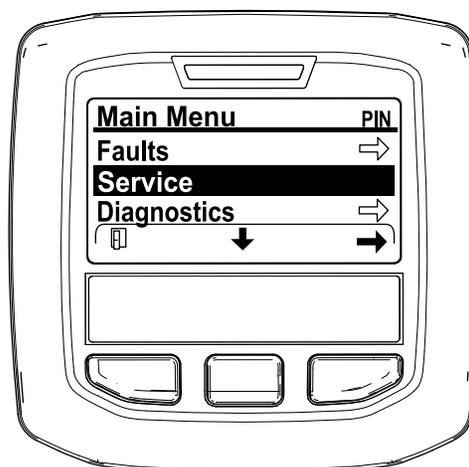

Рисунок 48
2. Перейдите в MAIN MENU (ГЛАВНОЕ МЕНЮ), нажмите среднюю кнопку, чтобы перейти вниз к SERVICE MENU (МЕНЮ ТЕХОБСЛУЖИВАНИЯ), и нажмите правую кнопку, чтобы выбрать опцию SERVICE (ТЕХОБСЛУЖИВАНИЕ) (Рисунок 48).